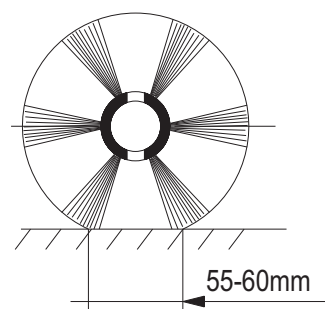

FIG. 5
- ADJUST THE PRESSURE OF THE BRUSH IN ORDER THAT THE CLEAN PATH DOESN'T GO OVER 55-60 MM (fig. 5).